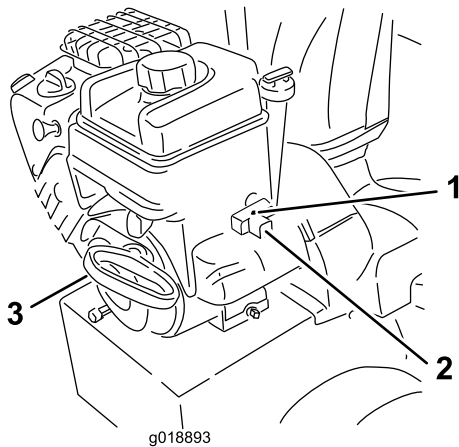

Figura26
- Porniți mașina trăgând demarorul cu recul sau apăsând butonul de pornire electrică (Figura26).